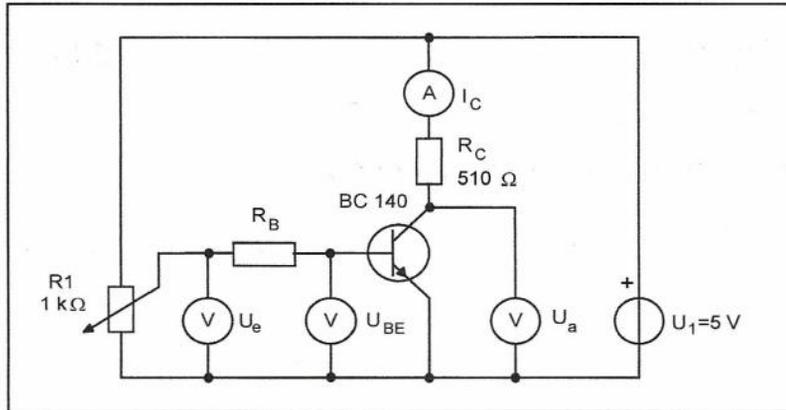

Bild 1: Meßschaltung zum Schaltverhalten des Bipolartransistors
- 2.5. Die Schaltstufe nach Bild 1 soll für $U_{eH} > 2,4 \text{ V}$ sicher durchgesteuert sein. Um das zu garantieren, soll der Widerstand R_B so dimensioniert werden, daß bereits bei $U_{eH} = 2,0 \text{ V}$ ein Übersteuerungsfaktor von $\bar{U} = 1,5$ erreicht wird. Dimensionieren Sie den Widerstand R_B für eine Stromverstärkung des Transistors von $B = 50$.
Bauen Sie die Schaltung nach Bild 1 auf. Für R_B wählen Sie den am nächsten liegenden vorhandenen Wert entsprechend Ihrer Berechnung nach Punkt 2.5. Für R_1 wählen Sie das Wendelpotentiometer.
Verwenden Sie in der Schaltung nach Bild 1 für den Basiswiderstand die Widerstandsdekade, die Sie auf den Wert entsprechend der Berechnung im Punkt 3.1 einstellen.